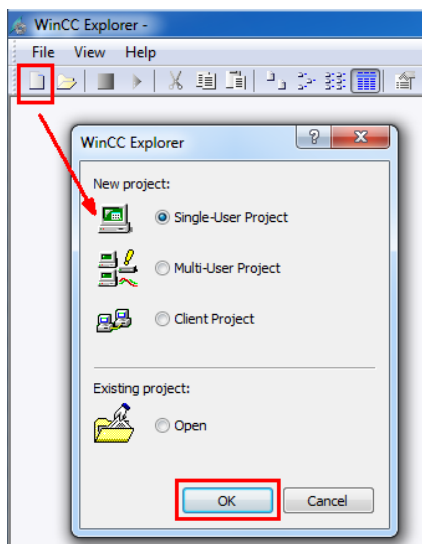

Рис. 4
1.1.3 В WinCC Explorer откроется диалоговое окно, в котором нужно будет выбрать режим работы проекта и нажать **ОК** (Рис. 4). Для нашего примера это **Single-user project** – однопользовательский проект.